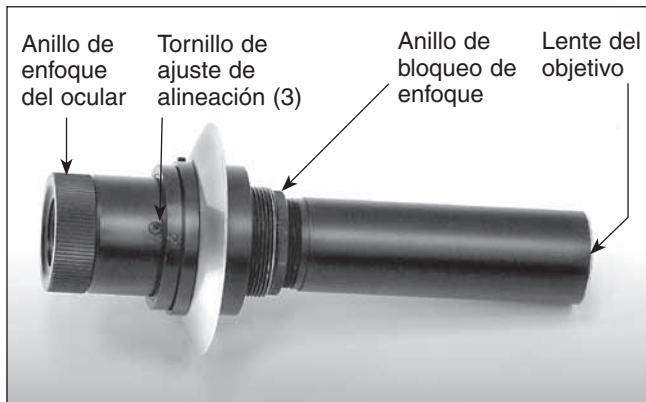
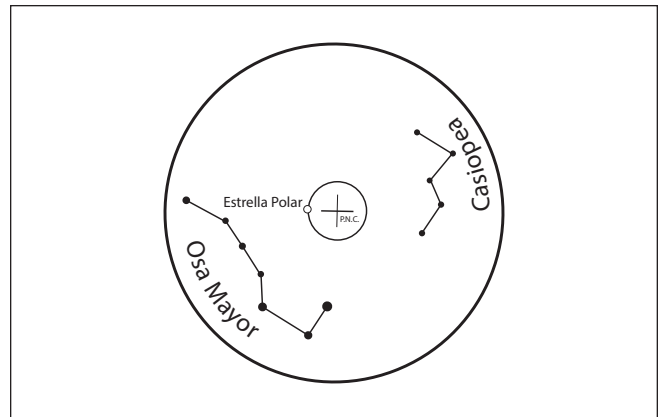

Figura 10. Telescopio buscador de eje polar
Figura 11. La retícula del telescopio de eje polar muestra las posiciones de la Osa Mayor y Casiopea respecto a la Estrella Polar y el Polo Norte Celeste (PNC).
La montura Atlas incorpora un telescopio buscador de eje polar (**figura 10**) alojado en el interior del eje de ascensión recta de la montura. Cuando se alinea y se utiliza correctamente, agiliza y facilita el conseguir una alineación polar precisa. El telescopio polar incluido con la montura Atlas se puede utilizar para la alineación polar en el hemisferio norte. Es decir, el gráfico de la retícula del telescopio polar incluye patrones de estrellas de referencia que son útiles para realizar la alineación en el hemisferio norte (**figura 11**). Retire la tapa del ocular del telescopio polar para ver a través de él, y asegúrese de quitar el tapón de la apertura frontal de la carcasa de la montura.
4. Vuelva a mirar a través del buscador de eje polar. ¿El objeto que se está observando sigue centrado en las cruces? Si es así, entonces no es necesario ningún ajuste adicional. De lo contrario, mire a través del buscador de eje polar mientras gira la montura alrededor del eje de A. R. Comprobará que el objeto que había centrado previamente se mueve en una trayectoria circular. Utilice la llave Allen de 1,5 mm para ajustar los tres tornillos de ajuste de alineación del buscador de eje polar (**figura 10**) para mover el objeto a la mitad de distancia y volver a situarlo en la cruz. A continuación, volverá a centrar el objeto en la cruz como en el paso 2 utilizando el perno en L de ajuste de latitud y los botones de ajuste del acimut.
Normalmente, para enfocar el telescopio buscador de eje polar solo es necesario girar el anillo de enfoque del ocular. Sin embargo, si después de ajustar el anillo de enfoque comprueba que la imagen de la retícula es nítida, pero las estrellas están desenfocadas, deberá ajustar el enfoque de la lente del objetivo del buscador de eje polar. Para ello, primero retire el buscador de eje polar de la montura desenroscándolo. Mire a través del buscador de eje polar a una estrella (por la noche) o un objeto a una distancia mínima de 400 m (durante el día). Utilice el anillo de enfoque del ocular para que la retícula entre en un enfoque nítido. Ahora, afloje el anillo de bloqueo de enfoque (**figura 10**) y enrosque completamente el extremo del objetivo del buscador hacia dentro o hacia afuera hasta que las imágenes se vean nítidas. Vuelva a apretar el anillo de bloqueo de enfoque. Una vez que la lente del objetivo del buscador de eje polar esté enfocada, no debería ser necesario ajustarla de nuevo.